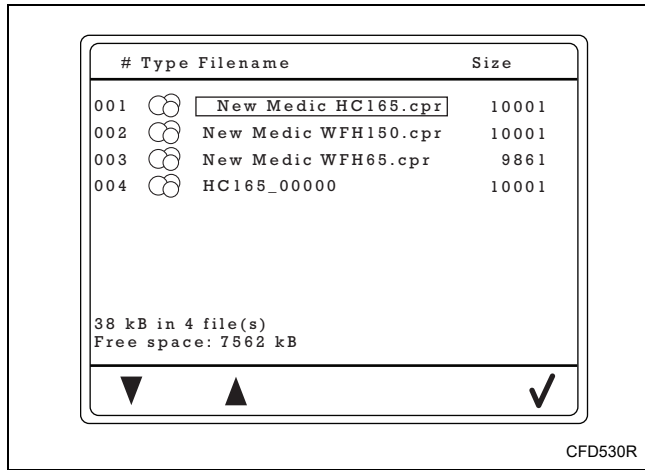

Figure 54
1. Utiliser les touches sous les icônes de Navigation pour sélectionner le fichier de prix et de temps à transférer à la machine. Se reporter à la Figure 54.
2. Confirmer en appuyant sur la touche sous l'icône Le crochet. Se reporter à la Figure 54.